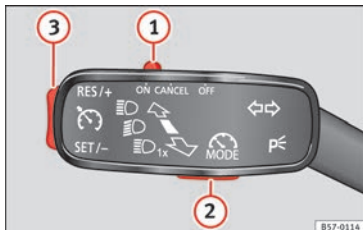

Fig. 180 A sinistra del piantone dello sterzo: comando e tasti per l'uso del regolatore di velocità.
Se si desidera disattivare temporaneamente il limitatore di velocità, ad esempio per sorpassare un altro veicolo, porre il comando »» fig. 180 ① della leva degli indicatori di di-